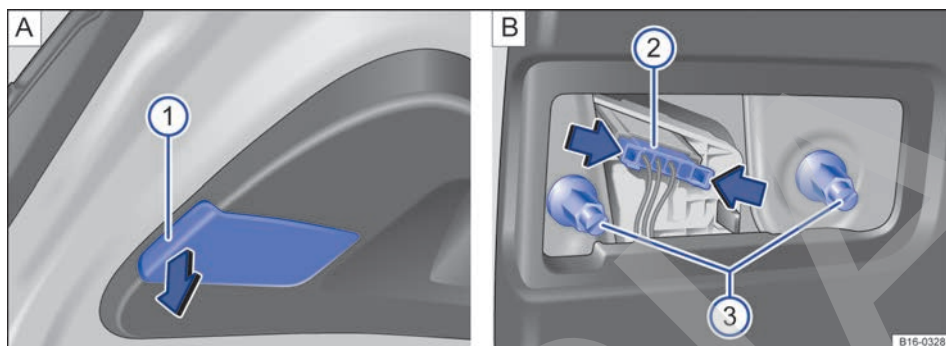

Fig. 183 En el portón del maletero: **A** Desmontaje de la tapa del grupo óptico trasero; **B** Desmontaje del grupo óptico trasero.
3. Introduzca la punta plana del destornillador de las herramientas de a bordo → pág. 228 en el rebaje de la tapa y desprenda esta con cuidado haciendo palanca → fig. 183 A **1**.
4. Comprima los encastres del conector → fig. 183 B **2** en el sentido de las flechas y desacople el conector.
5. Suelte las uniones atornilladas → fig. 183 B **3** y extraiga el grupo óptico trasero del portón del maletero con cuidado.
9.	Con una mano sostenga el grupo óptico en la posición de montaje y con la otra apriete los tornillos de fijación → fig. 183  ③.
10.	Acople el conector → fig. 183  ② al portalámparas.